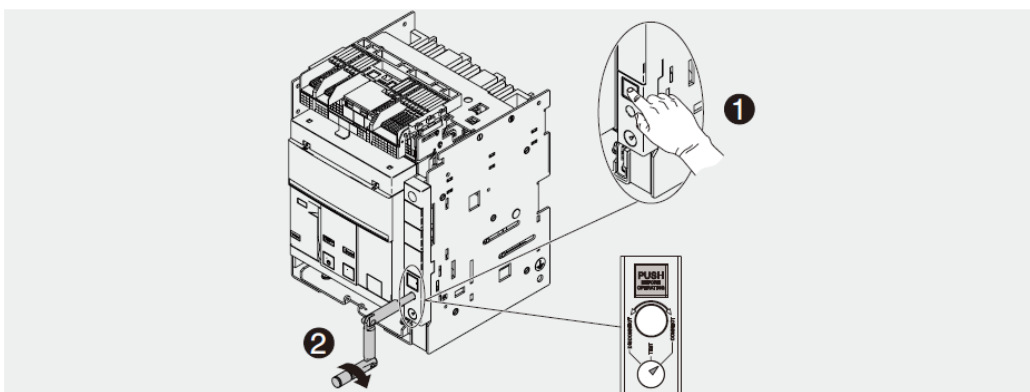

图 36
7. 按下锁定按钮，顺时针转动摇把，直到按钮弹出且位置指示装置显示断路器已处于 **CONNECT** 位置为止。见图 36。